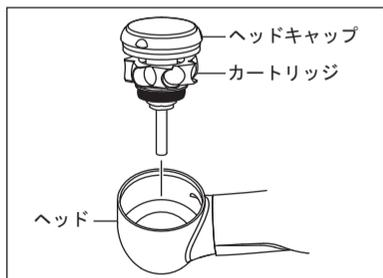

図20
- 11) ヘッドキャップを持ちながらヘッドにカートリッジを挿入し、ヘッドキャップを手でかるく締め付けます（図20）。ヘッドキャップが締まらない場合は、Oリングがずれている恐れがありますので、一度ヘッドから取り外し、再度“9）”からやり直してください。